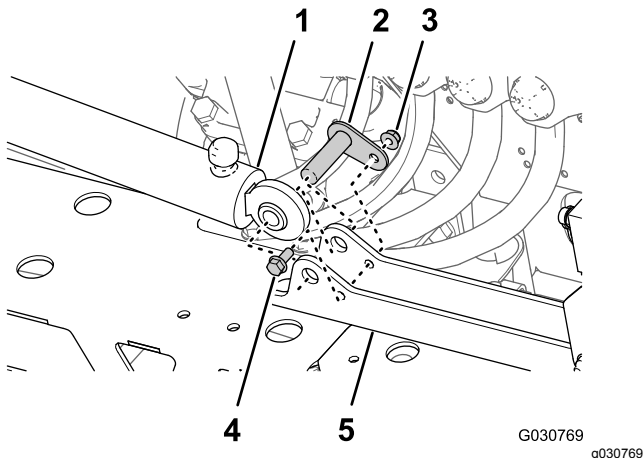

Figure 128
1. Placez l'extrémité fixe du vérin de levage que vous avez retiré à l'opération 4 de Dépose des vérins de levage (page 36) en face du trou de 16 mm du support de vérin (Figure 128).
2. Fixez le vérin à son support avec l'axe de pivot, le boulon à embase et l'écrou à embase (Figure 128).